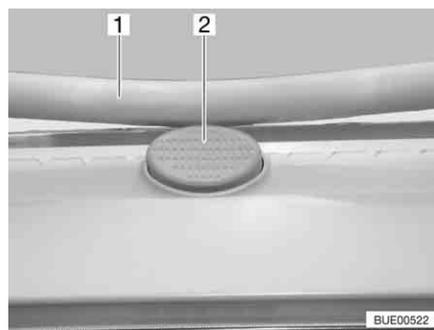

Fig. 70 Bouton de sûreté sur le lanterneau Heki
- Appuyer sur le bouton de sécurité (Fig. 70,2) et tirer l'étrier (Fig. 70,1) vers le bas avec les deux mains.
- Pousser l'étrier vers le haut avec les deux mains jusqu'à ce que ce dernier se trouve au-dessus du bouton de sûreté (Fig. 70,2).